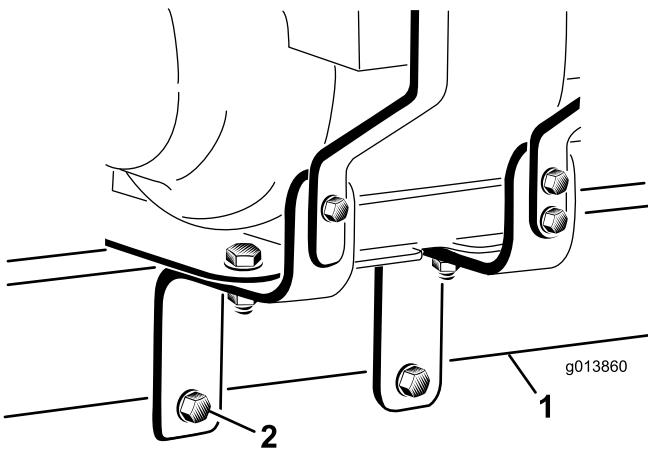

Figure 7
20. Insérez les (2) boulons 1/2 x 5" dans les trous des supports du moteur en veillant à placer une rondelle plate contre chaque face extérieure du support et à faire passer les boulons bien en dessous du bas du tube d'attelage du ProPass. Serrez les (2) écrous 1/2" à la main (Figure 7).